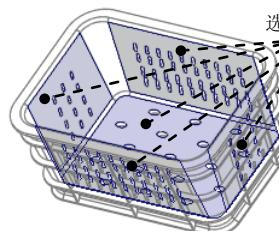

图 16.7 选取连续面 (二)
② 定义填充曲面。选取图 16.7 所示的模型内壁有破孔的五个面为填充面；单击